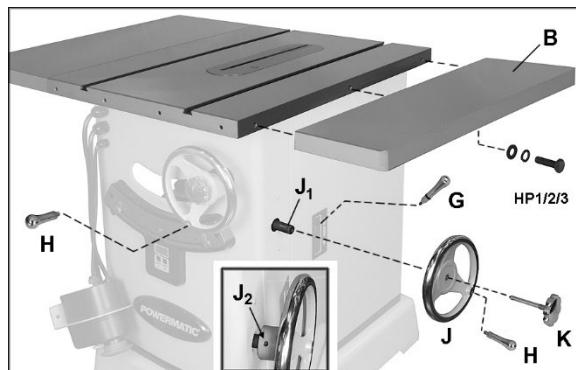

Figura 6-3: instalación de accesorios
Vea la Figura 6-3.
1. Quite la cinta adhesiva de alrededor del eje para exponer las roscas y la chaveta del eje (J_1 , Figura 6-3).
5. Instale la perilla de traba (K , Figura 6-3) y las manijas (H). Use la llave en la superficie plana de las manijas para apretarlas contra los volantes.